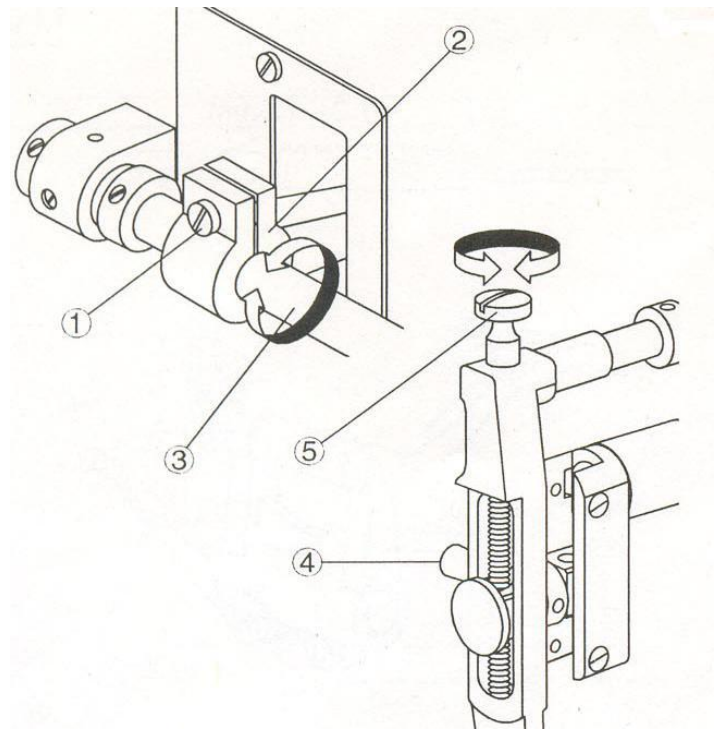

Рис. 16
19. Регулировка тактирования верхней подачи материала (Рис. 16)
- с. Для TW1-273, ослабьте винт 4, поверните червяк 5 в направлении, показанном на Рис. 16, затем затяните винт 4.